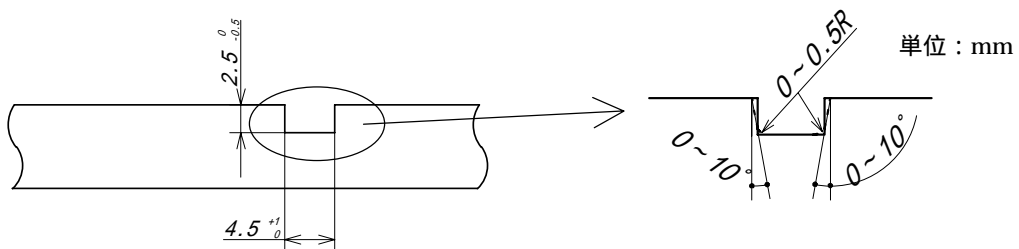

図12 加工後の溝の寸法
(6) 図12のように所定の寸法になっているかを専用のチェックゲージを用いて確認する。図13のように、チェックゲージを加工後の溝に入れて、挿し口全周にわたって浮かないことを確認する。チェックゲージが浮いた場合、溝が浅いので、再度溝切機をはめ込み、溝切り加工を行う。